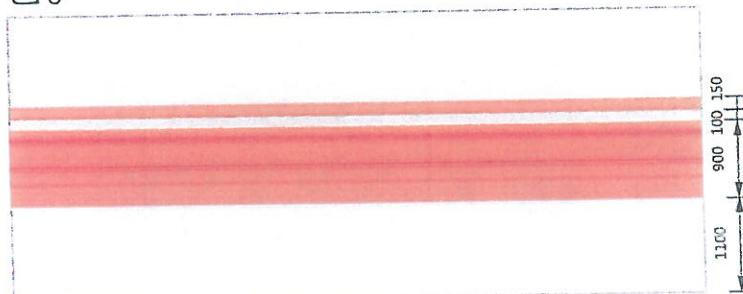
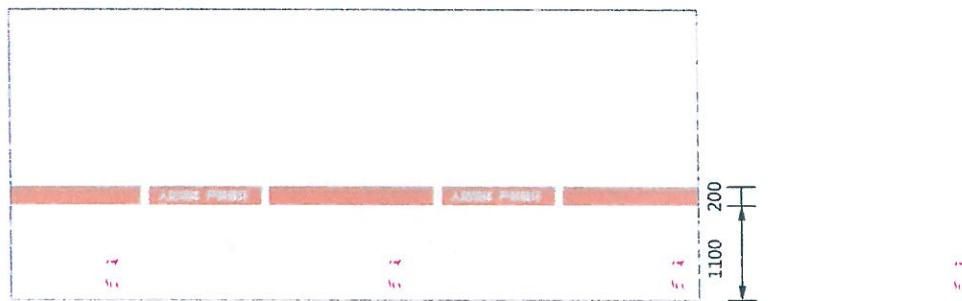

图 20 超配建区墙体标识样式及尺寸示例
图 21 超配建区墙体标识样式及尺寸示例
3.16 超配建区墙体应涂刷色带进行标识。区域围护面积大于等于 200 m^2 时，墙体应涂刷两条色带，墙体标识样式及尺寸示例见图 20。区域围护面积小于 200 m^2 时，标识样式及尺寸示例见图 21。两端色带断开，字体应为国标黑体，高度宜为 140 mm ，颜色应为白色。